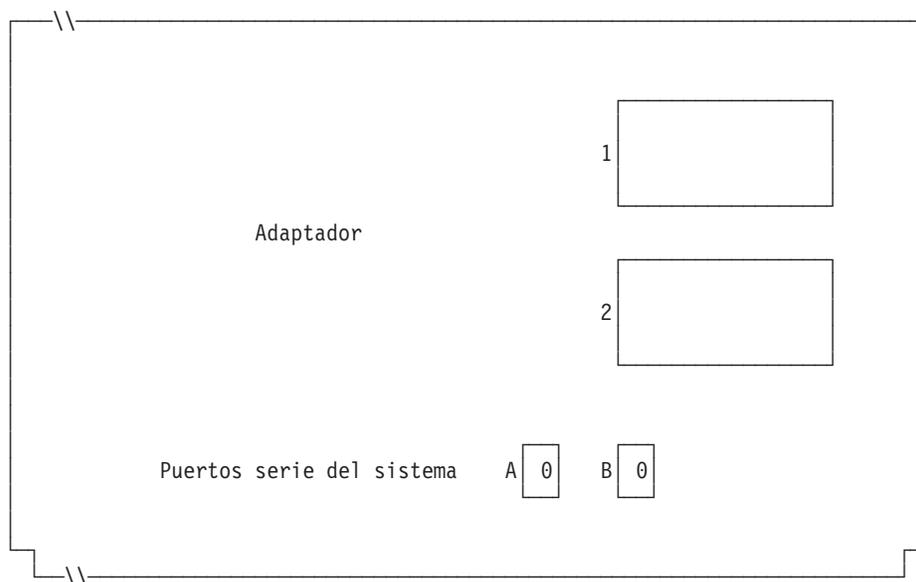

Figura 124. Lado derecho de la parte posterior del Controlador/Terminal IBM 4694-3x7
6. Si las aplicaciones de terminal utilizan el puerto asíncrono, anote el número de puerto en la Figura 124. Especifique un 0 para los puertos no utilizados por el terminal. Los números de puerto válidos son 1, 2, 3, 4.